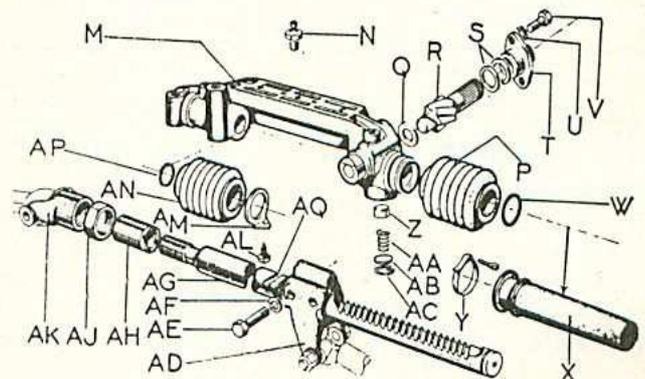

Fig. 75. — Détail de la commande de crémaillère
• Déposer le collier Caillau (Y) (fig. 75) fixant le manchon (X) extérieur de crémaillère retirer celui-ci (il a remplacé le soufflet caoutchouc fixé par un jonc).
• Déposer les deux vis (V) avec leurs rondelles à crans extérieurs (U) et retirer le couvercle de boîtier (T) ainsi que le pignon de crémaillère (R) avec les rondelles de calage (S) et la rondelle d'appui (Q).
• Déposer le poussoir de crémaillère (Z) et ses pièces d'appui.
• Déposer les deux vis (AE) de la chape gauche (AD) et les deux rondelles Grower (AF).
• Dégager la crémaillère (AG) assemblée avec la chape droite (AK).
• Déposer la chape gauche (AD) et dévisser la vis cruciforme (AL) du soufflet intérieur (AN) le déposer (le jonc (AP) et la patte de fixation (AM) restent montés sur le soufflet (AN) Déposer les 3 graisseurs N.